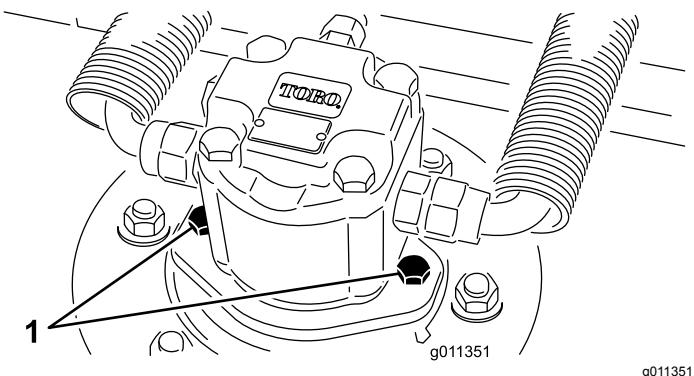

Рисунок 67
- Отсоедините и демонтируйте гидромотор с деки (Рисунок 67). Накройте верхнюю часть шпинделя для предотвращения загрязнения.
- Установите гидроцилиндр на деку (Рисунок 67). Убедитесь, что уплотнительное кольцо находится в штатном положении и не повреждено.